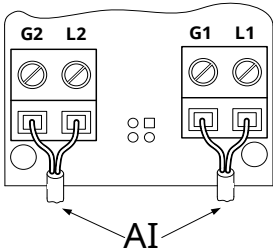

Рисунок 4.1 – Схема підключення зовнішніх кіл до клем модуля
4.1 AI слід підключати до модуля згідно з Рис. 4.1.